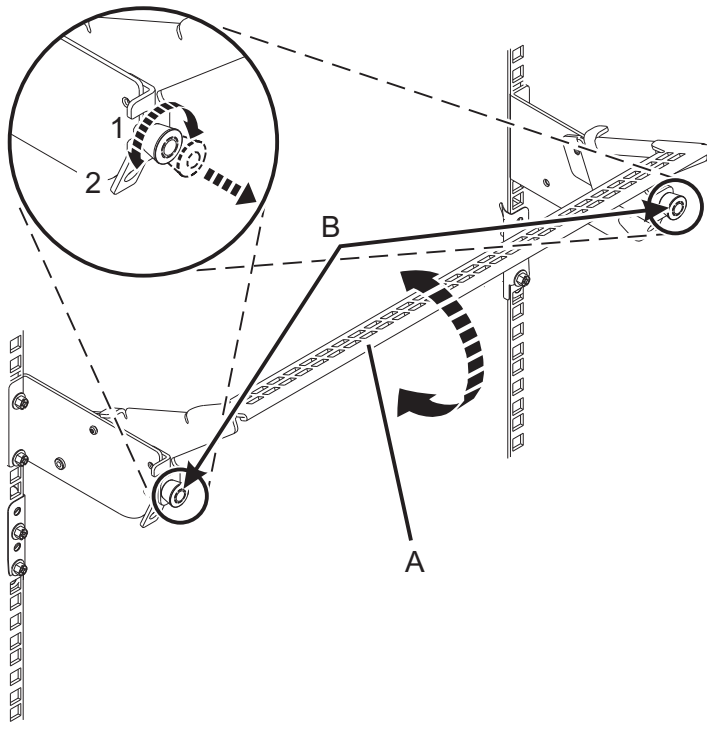

Figure 14. Placement du crochet de routage des câbles en position de fonctionnement
4. Placez le crochet de routage des câbles en position de maintenance. Voir figure 14, à la page 14.